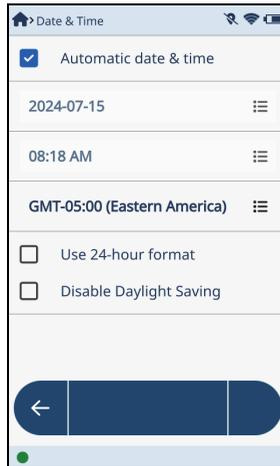

图 4-11 日期和时间屏幕
1. 点击**菜单托盘**中的**Date & Time**（日期和时间）按钮（），打开**Date & Time**（日期和时间）屏幕（参见第121页的图 4-11）。